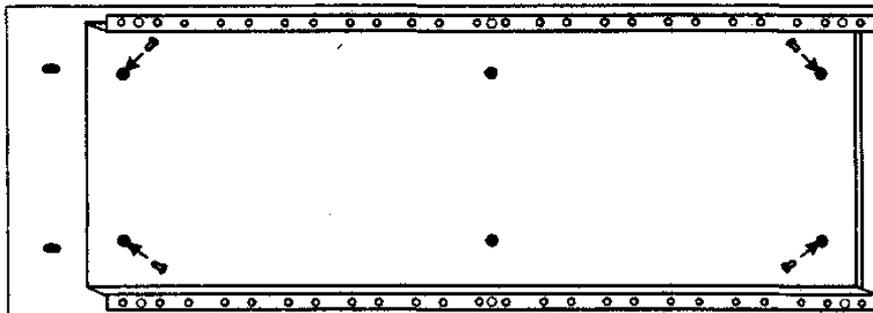

Abbildung 8a
- Schrauben Sie die Montagewanne oben und unten an den vorgesehenen Bohrungen auf der Front-Abdeckplatte mit 4 M 4 x 12 Senkkopfschrauben aus dem Beipack fest (stehe Abbildung 8a).